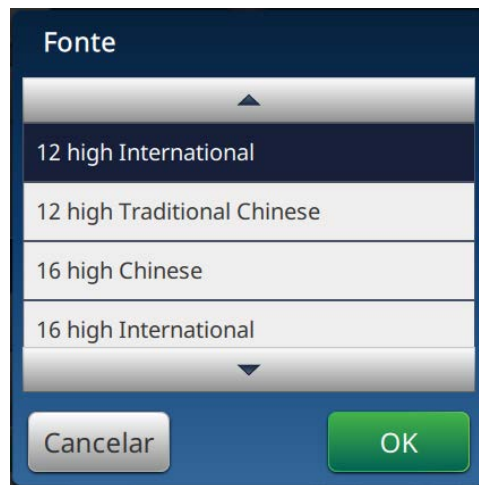

Figura 5-27: Tela Entrada de tamanho da fonte
28. Toque o botão *Fonte* e selecione "12 Alto internacional" na lista suspensa, como mostra a Figura 5-27. Toque o botão .